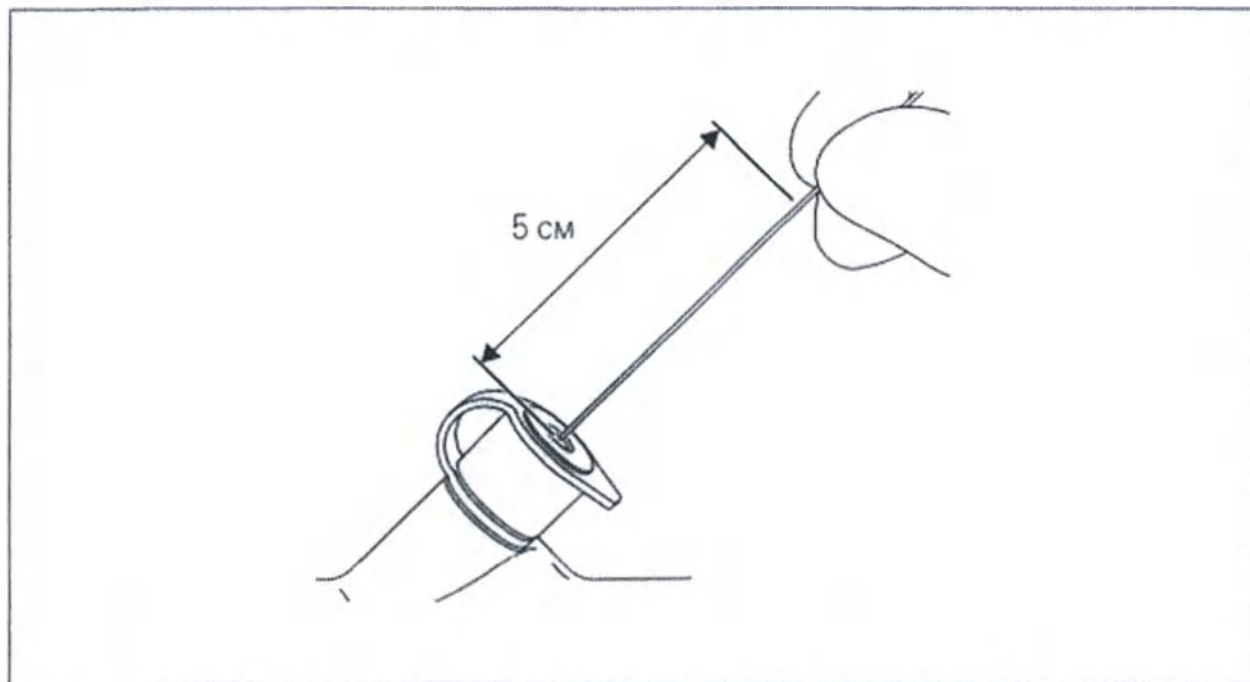

Рис.18.
1. Следите, чтобы дистальный конец эндоскопического устройства был закрыт или втянут в интродьюсер. При использовании биопсийных щипцов полностью сомкните чашки на кончике. При первом введении почувствуется некоторое сопротивление. Возьмитесь за стержень на расстоянии около 5 см от конца и протолкните его внутрь. (см. рис.18)